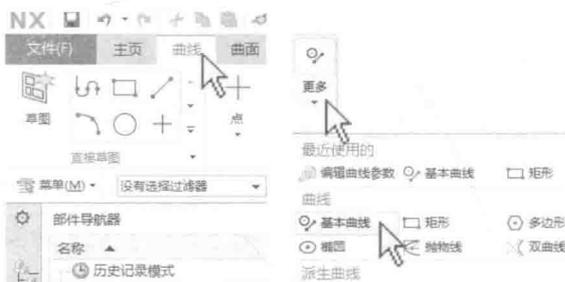

图 1-1-9
(2) 选择【曲线】带状工具条中的【更多】命令按钮，将【曲线】带状工具条中隐含的常用命令打开，单击选择 \odot （基本曲线）命令，如图 1-1-9 所示。